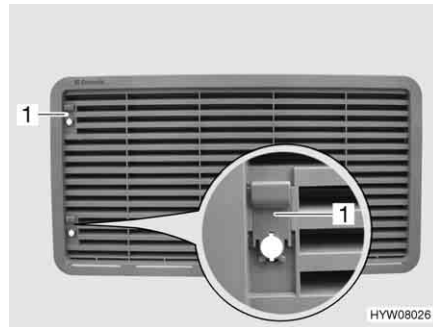

Bild 230 Kühlschrank-Lüftungsgitter
- Je nach Ausführung Schieber (Bild 230,1) nach oben schieben oder Schraube (Bild 231,1) mit Hilfe einer Münze eine viertel Umdrehung drehen.